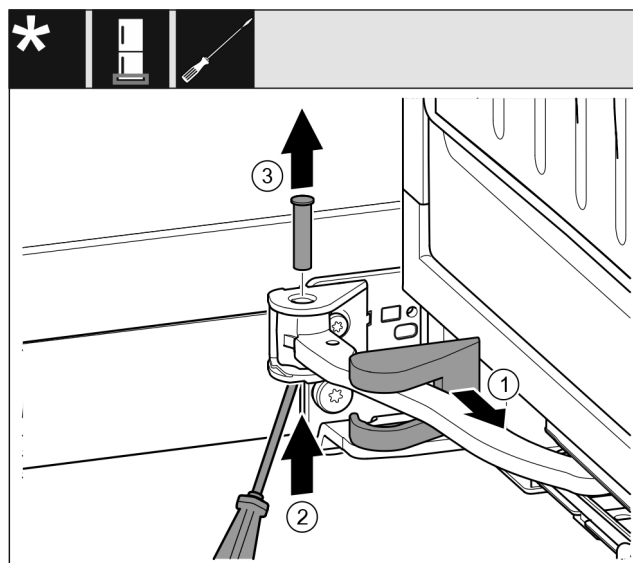

Fig. 15
- 卸下托架盖并沿着铰链移动。 Fig. 15 (1)
- 将螺栓用手指或螺丝刀从下方提起。 Fig. 15 (2)
- 将螺丝刀移动到螺栓头下方并拉出。 Fig. 15 (3)